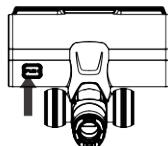

Figure 20
- (1) Coupez l'alimentation et retirez l'électro-brosse.
- (2) Retournez la brosse et faites tourner le bouton de verrouillage avec une pièce pour ouvrir le verrou. (Figure 20)